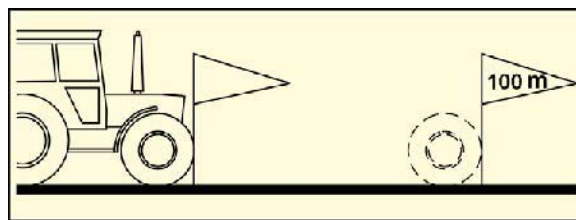

Рис. 25
- Отмерьте на поле контрольный участок (точно 100 м). Промаркируйте начальную и конечную точку контрольного участка (Рис. 25).